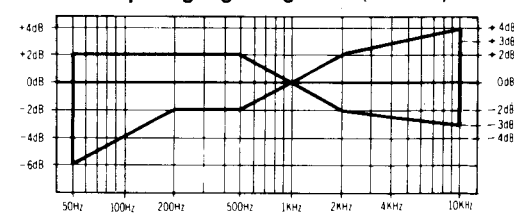
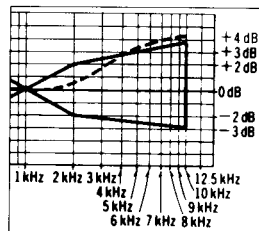
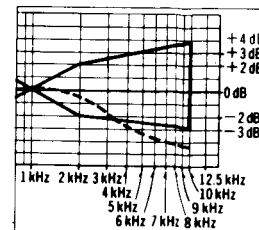

Fig. 10
Fig. 12
Fig. 13
1. Den Meßaufbau zeigt Fig. 12.
6. Die in Schritt 5 aufgezeichneten Signale wiedergeben und überprüfen, ob die Frequenzgangkurve innerhalb des Bereichs liegt, der im Frequenzgangdiagramm für normales Band in Fig. 10 gezeigt ist. (Falls die Kurve innerhalb des vorgeschriebenen Bereichs liegt, mit den Schritten 7, 8 und 9 weiterfahren.)
Wenn die Kurve den vorgeschriebenen Gesamtfrequenzgangsbereich (Fig. 10) überschreitet, wie in Fig. 12 gezeigt.
- 2) Die Schritte 5 und 6 zur Überprüfung wiederholen. (Wenn die Kurve dabei innerhalb des vorgeschriebenen Bereichs liegt (Fig. 10) mit den Schritten 7, 8, und 9 weiterfahren.)
- 3) Wenn die Kurve den vorgeschriebenen Bereich (Fig. 10) noch immer überschreitet, den Vormagnetisierungsstrom weiter erhöhen, und die Schritte und wiederholen.
Wenn die Kurve unter den vorgeschriebenen Bereich für den Gesamtfrequenzgang (Fig. 10) absinkt, wie in Fig. 13 gezeigt:
- 2) Die Schritte 5 und 6 zur Überprüfung wiederholen. (Falls die Kurve dabei innerhalb des vorgeschriebenen Bereichs in Fig. 10 liegt, mit den Schritten 7, 8, und 9 weiterfahren.)
- 3) Falls die Kurve noch immer unter den vorgeschriebenen Bereich (Fig. 10) absinkt, den Vormagnetisierungsstrom weiter reduzieren, und Schritte 5 und 6 wiederholen.